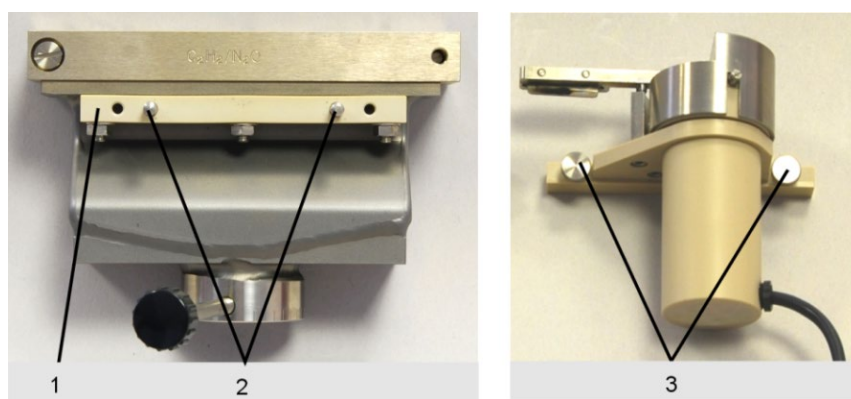

Fig. 48 Riel de montaje / tornillos moleteados en el raspador
2. Desatornille la guía de fijación (1 en Fig. 48) con tornillos moleteados (3 en Fig. 48) del raspador.
3. Monte el riel de montaje en el cuerpo del mechero, como se muestra en Fig. 48. Utilice para ello los tres tornillos largos de titanio y las tuercas suministrados. Pase
Inserte el raspador en los pasadores de guía del riel de montaje (2 en Fig. 48) y fíjelo con los tornillos moleteados (3 en Fig. 48).